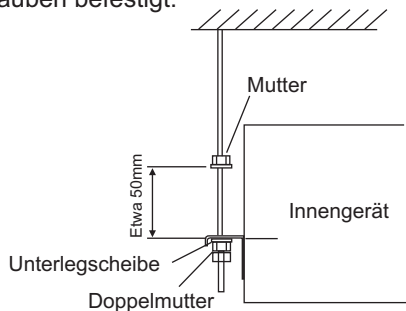

Abb. 3.5 Aufhängungsbolzen und Muttern
(1) Wie befestigen Sie die Aufhängungsbolzen und Muttern wie in der Abbildung 3.5 dargestellt, die Muttern sind mit vier Schrauben befestigt.